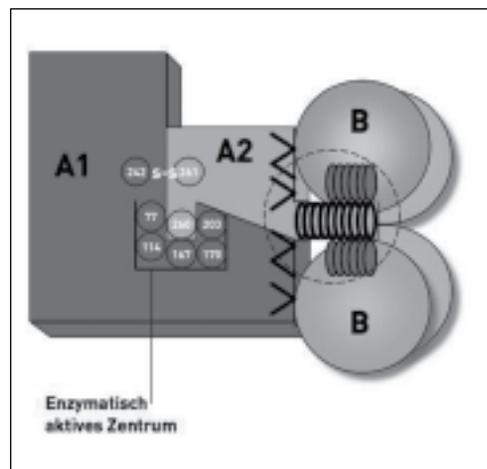

Abb. 1 Strukturmodell der Shigatoxine
Enterohämorrhagische *Escherichia coli*-Keime (EHEC), erstmals 1982 in den USA beschrieben, gehören zu den wichtigsten Erregern von Lebensmittelinfektionen [1]. Die Bezeichnung EHEC wurde für solche *E. coli*-Stämme gewählt, die eine hämorrhagische Colitis (HC) und/oder das hämolytisch-urämische Syndrom (HUS) beim Menschen verursacht haben. Allen Stämmen ist gemeinsam, dass sie potente Zytotoxine bilden, die aufgrund ihrer Ähnlichkeit mit dem Toxin der Ruhrbakterien (*Shigella* sp.) als Shigatoxine (Stx) bezeichnet werden (Abb. 1, 2). EHEC sind deshalb – vor Kenntnis der durch sie ausgelösten klinischen Symptomatik – korrekterweise als Stx-produzierende *E. coli* (STEC) zu bezeichnen. STEC bilden eine Untergruppe der pathogenen intestinalen *E. coli*, die sich durch verschiedene Virulenzmerkmale untereinander sowie von Kommensalen und extraintestinalen *E. coli* unterscheiden.